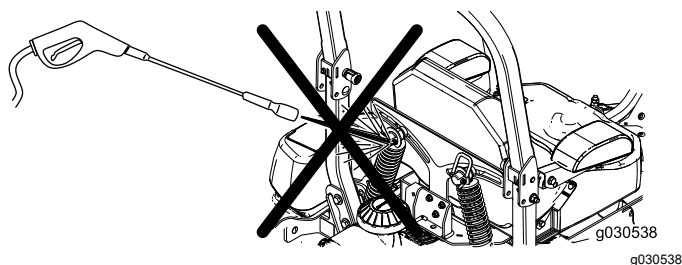

Figura 109
**Nota:** No limpie los conjuntos de choque con agua a presión (Figura 109).